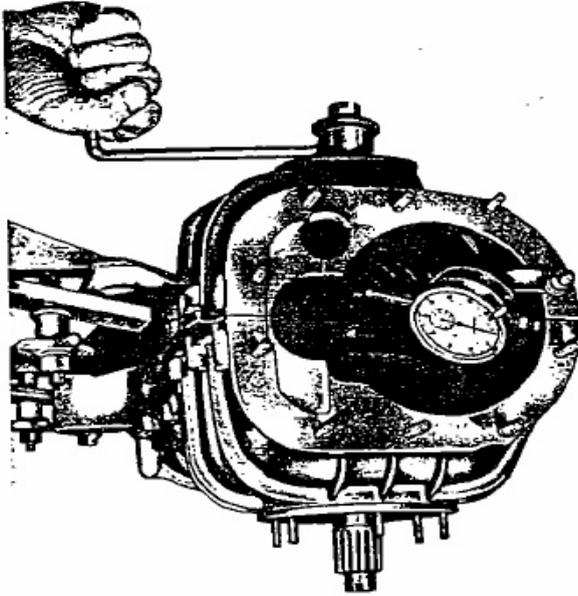

Fig. 18. - Contrôle jeu d'entre-dents pignon-couronne.
- Au moyen de la manivelle 88033057, exécuter seulement les déplacements angulaires de la couronne nécessaires pour le mesurage du jeu d'entre-dents (voir fig. 18).